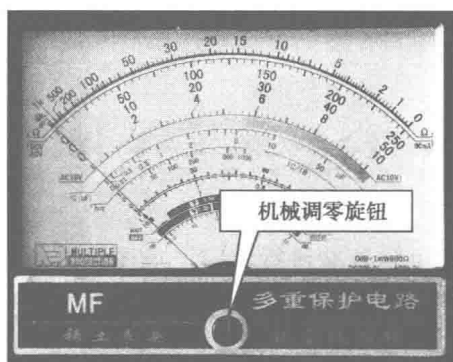

图 1-3 机械调零
(1) 使用前的准备
① 安装电池：装上 1.5 V 和 9 V 的电池（注意电池的正负极）。
② 插好表笔：黑表笔插入“-”端口，红表笔插入“+”端口。
③ 机械调零：万用表在测量前，应注意水平放置，还要确认表头指针是否处于交、直流挡标尺的零刻度线上，否则读数会有较大的误差。若不在零位，应通过机械调零的方法（即使用小螺丝刀调整表头下方的机械调零旋钮）使指针回到零位，如图 1-3 所示。